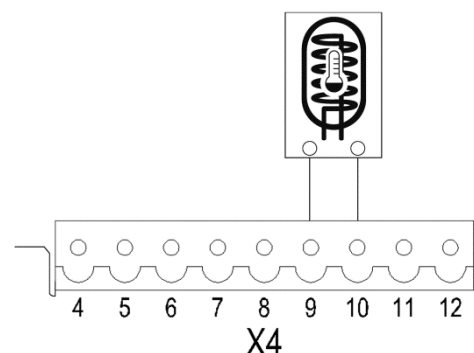

Abb. 24: Anschluss Trinkwarmwasserspeicher-Temperaturfühler
- ➔ Schließen Sie den Trinkwarmwasserspeicher-Temperaturfühler/Trinkwarmwasserthermostat gem. Abb. 24 an.